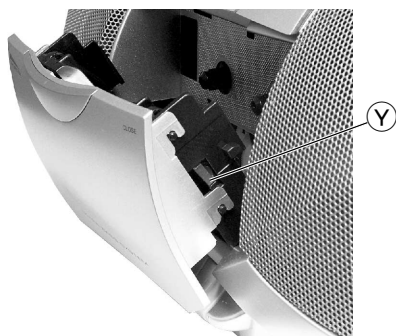

Fig. 26
- Die Rastnase ⑨ (Fig. 26) auf der nicht verklebten Seite nach innen drücken und Cassetten-Blende auf dieser Seite ausrasten. Die Cassetten-Blende auf der nicht verklebten Seite soweit nach vorne ziehen, dass die verklebte Seite der Blende vorsichtig zur Seite weggedrückt werden kann.
- Press in the locking lug ⑨ (Fig. 26) at its side not fixed with glue then disengage the cassette trimplate at this side. Pull the cassette trimplate at the side without glued joints to the front until the glued side of the trimplate can be carefully pressed apart.